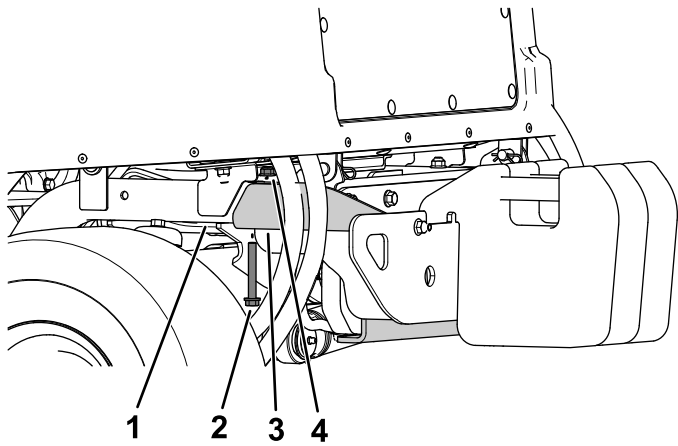

Bild 21
- Entfernen Sie die Bundkopfschraube (3/8" x 2 3/4") und die Bundmutter (3/8"), mit der die Stoßstange auf jeder Seite am hinteren Rohrrahmen befestigt ist (Bild 21).